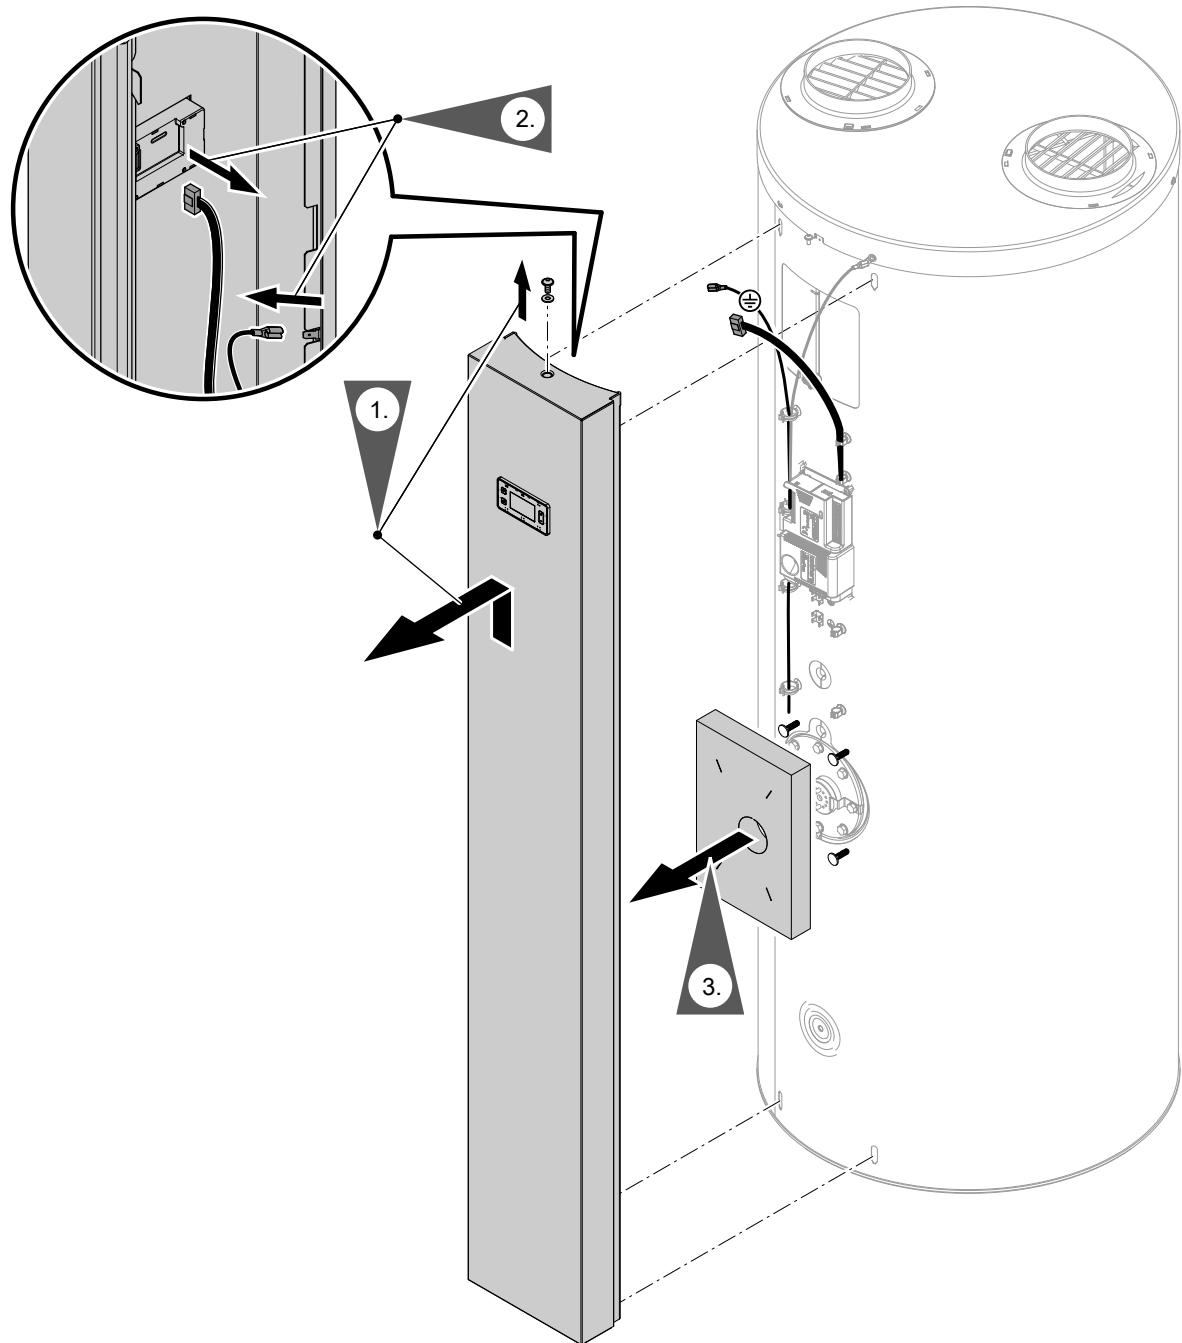

Fig. 27
3. Desmontar el embellecedor frontal. Consultar fig. 27.
2. Desmontar el embellecedor frontal. Consultar Fig. 27, página 43.